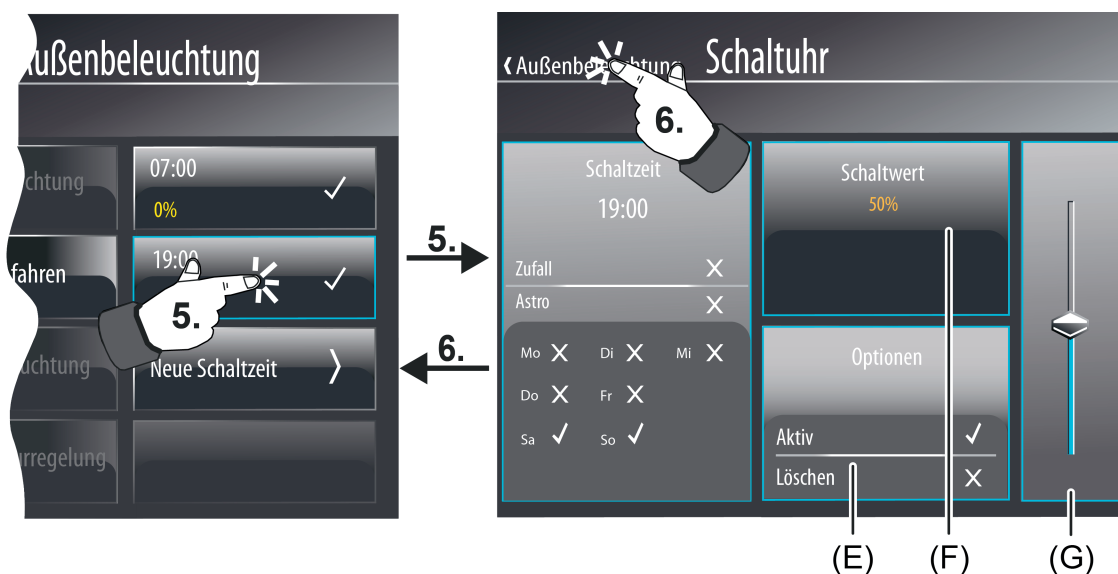

Bild 87: Beispiel einer Konfigurationsseite für Schaltzeiten (rechts) - Datentyp Schaltuhrkanal "1 Byte Wert"
Bei den Datentypen "Wert" (Bild 87) ist der Anzeigebereich hingegen nur mit einem Statuswert (F) ausgeprägt. Wenn dieser Anzeigebereich lang gedrückt wird (ca. 1 Sekunde), blendet das Gerät eine Displaytastatur ein. Mit Hilfe dieser Tastatur kann unmittelbar ein neuer Schaltwert vorgegeben werden. Alternativ können neue Schaltwerte durch den Wertslicer im Bedienbereich (G) vorgegeben werden.